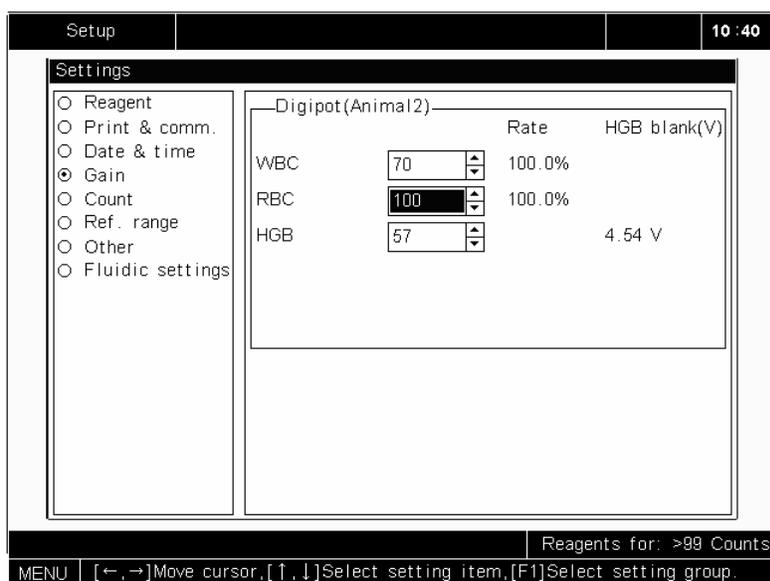

Рисунок 5-20 Установка коэффициента усиления RBC
3. Выберите “RBC”, как показано на рис. 5-20;